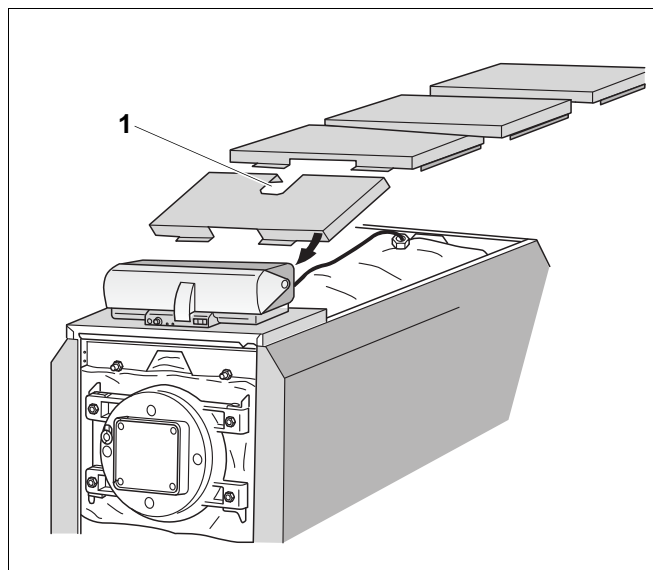

Рис. 22 Установка крышек котла - схематичное изображение
В котлах, начиная с мощности 400 кВт, во второй спереди крышке есть вырез (рис. 22, поз. 1), остальные части одинаковые и укладываются отбортовкой вперед.
- Свободно уложите крышки на правую и левую боковые стенки (рис. 22).